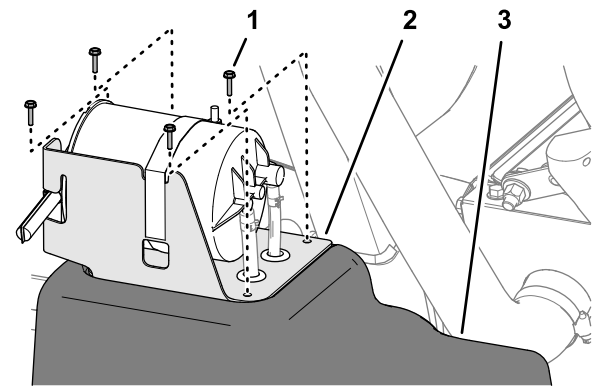

Bild 92
5. Fluchten Sie die Löcher in der Halterung für Aktivkohlefilter mit den Löchern im Kraftstofftank aus (**Bild 92**).
6. Befestigen Sie die Halterung mit den vier Schrauben (Nr. 10 x 3/4") am Kraftstofftank (**Bild 92**).